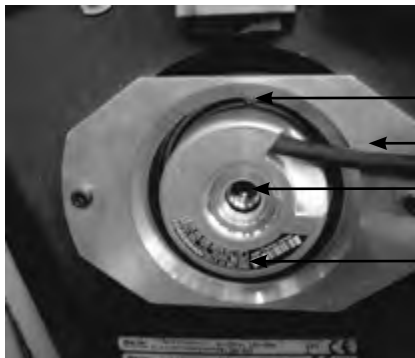

Fig. 7:
Identificare l'encoder per mezzo del riferimento sull'etichetta (fig. 7). Collegare l'encoder al variatore tramite la presa HD15.
IMPORTANTE: sul motore XAP2L, non smontare il pezzo di supporto dell'encoder (rif. 2 fig. 7) fissato sul freno. Il pezzo viene centrato in fabbrica tramite un utensile
- Svitare (2 giri di chiave SW2) la vite di fissaggio della scatola dell'encoder (rif. 1 fig. 7) nel pezzo di supporto.
- Serrare la vite piccola Chc M2.5 (rif. 1 fig. 7) (chiave cacciavite dinamometrico SW2) della scatola dell'encoder a un valore di coppia di 1,25 Nm $0/-0,2$ Nm.